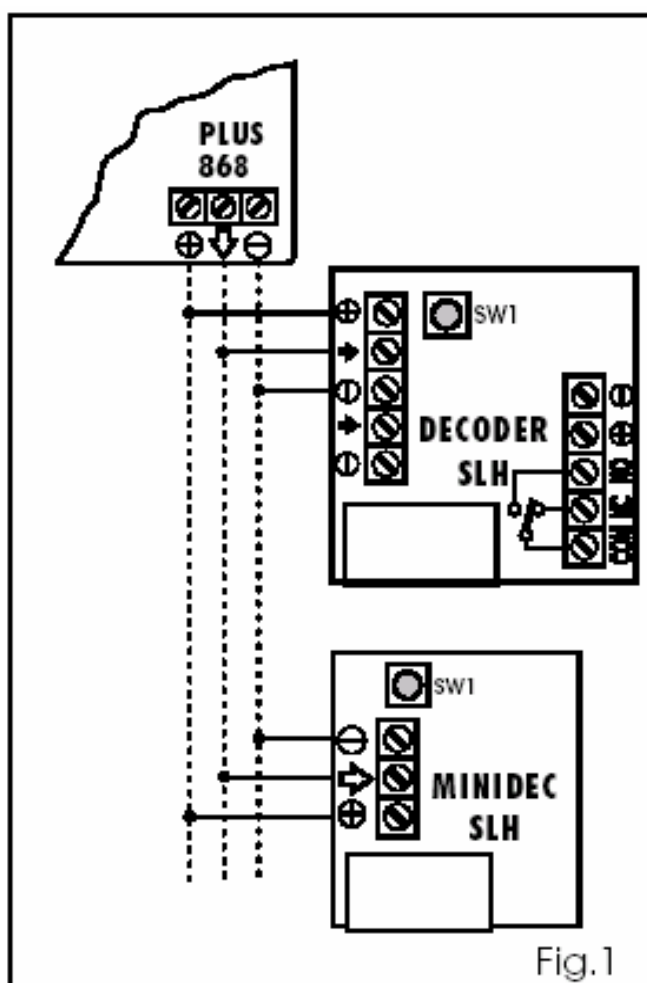

Fig.1
- 1) Voed de installatie nadat deze geïnstalleerd is en de elektrische componenten van het Systeem 868 SLH zijn aangesloten (fig. 1).